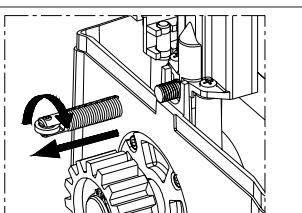

Abb.21
- Die Feder im **Uhrzeigersinn** drehen und laut Abb. 21 herausziehen. Dieser Vorgang erfordert einen gewissen Kraftaufwand.